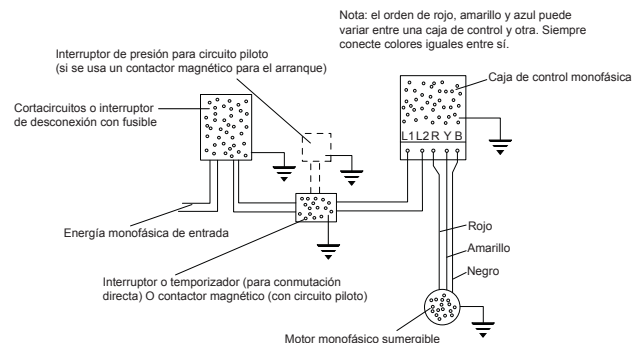

Figura 3
8. Una bomba monofásica de tres cables requiere una caja de control del motor que incorpore relés de sobrecarga. La figura 3 muestra un diagrama de cableado típico para una instalación monofásica de tres cables. Tenga en cuenta que se debe usar un contactor magnético si la corriente nominal del interruptor de presión no es suficiente para manejar la corriente nominal del motor sumergible. El interruptor de presión debería ser entonces incorporado en un circuito piloto para controlar el contactor magnético. Realice las conexiones en la caja de control de acuerdo con el diagrama de cableado que se encuentra en la caja de control para evitar daños al motor.